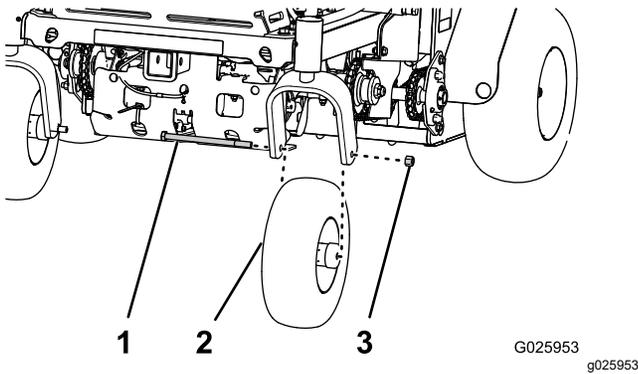

Figura 26
3. Retire la tuerca y el perno de la rueda, y retire el conjunto de la rueda giratoria de la horquilla (Figura 26).
- Alinee el orificio del eje del conjunto de la rueda giratoria entre los orificios de la horquilla de la rueda giratoria (Figura 26).
- Sujete la pieza a la horquilla con la tuerca y el perno de la rueda (Figura 26) que se retiró en el paso 3 de Retirada del conjunto de la rueda giratoria (página 32).